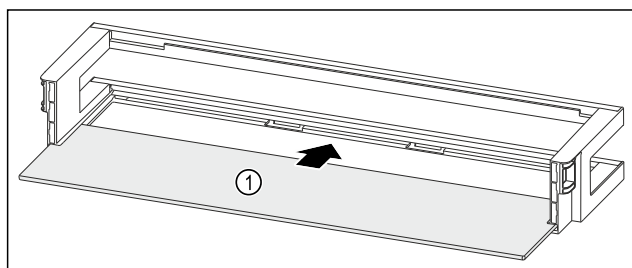

Fig. 94 Türabsteller mit Abstellfläche
- Abstellfläche Fig. 94 (1) in die seitlichen Einsparungen einschieben.